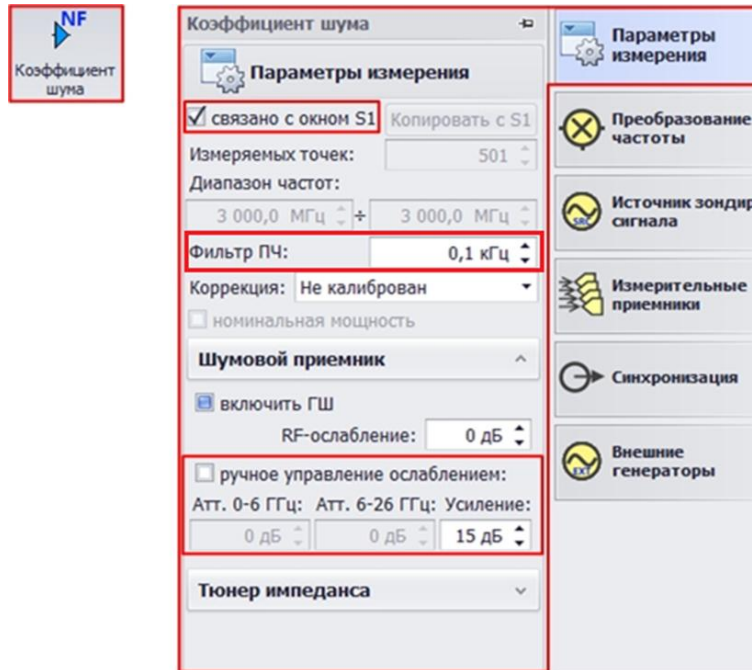

Рис. 20. Окно измерения коэффициента шума
7. Выберите измерительное окно «коэффициент шума». Установите частотный диапазон сканирования для измерения КШ, либо установите флажок «связано с окном S1» (рис. 20).